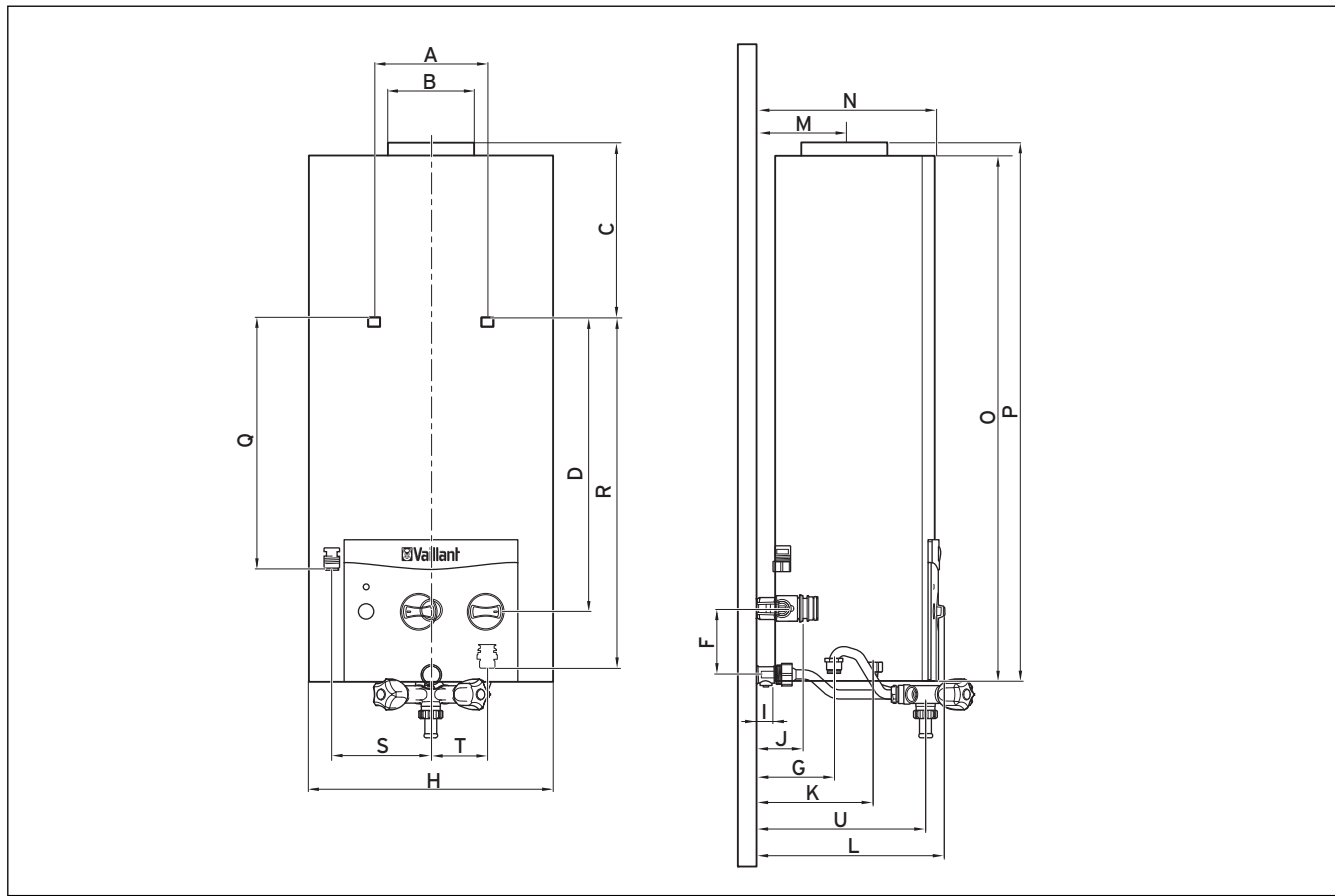

Abb. 3.5 Maßzeichnung des atmoMAG 6 für Erdgas
- Montieren Sie den Gasanschluss **(1)** an die Wand (siehe Abb. 3.5)
- Befestigen Sie das Gerät an der Wand (siehe Abb. 3.5).